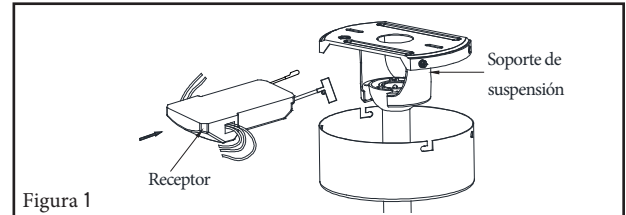

Figura 1
- 1 Seleccione una ubicación deseada. Utilice la placa de pared para marcar la ubicación de los orificios de montaje. Para esta aplicación se necesitan anclajes de pared de plástico o tornillos de montaje. (Figura 1)